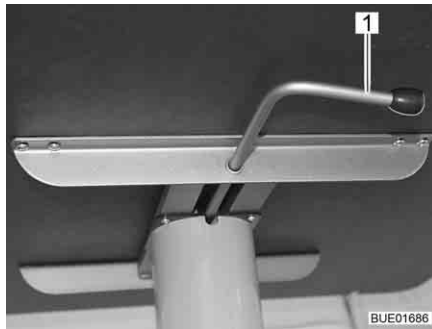

Fig. 73 Table à hauteur réglable
- Faire basculer le levier de verrouillage (Fig. 73,1) vers la gauche. Le verrouillage du mécanisme de réglage de la hauteur est ouvert.
- Faire basculer le levier de verrouillage (Fig. 73,1) vers la droite (Fig. 73). Le mécanisme de réglage de la hauteur est verrouillé.
- Faire basculer le levier de verrouillage (Fig. 73,1) vers la gauche. Le verrouillage du mécanisme de réglage de la hauteur est ouvert. Le plateau de table s'élève jusqu'à la butée.
- Faire basculer le levier de verrouillage vers la droite (Fig. 73). Le mécanisme de réglage de la hauteur est verrouillé.